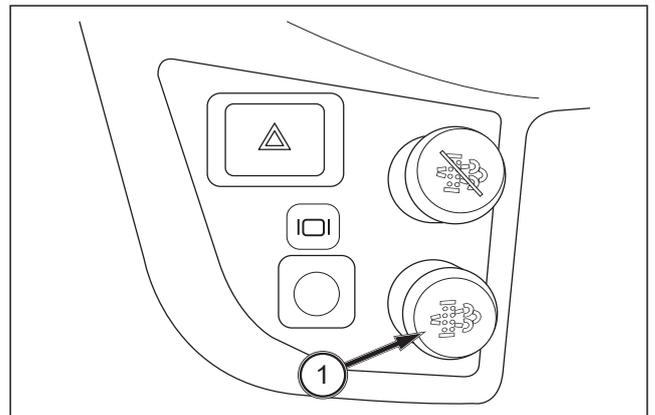

FIG. 77
FIG. 77: La regeneración manual es necesaria en caso de carga extremadamente baja o de paradas frecuentes del motor que inhabilitan para llevar a cabo la regeneración automática. El indicador luminoso de regeneración del DPF (1) parpadeará y el zumbador sonará intermitentemente al mismo tiempo.